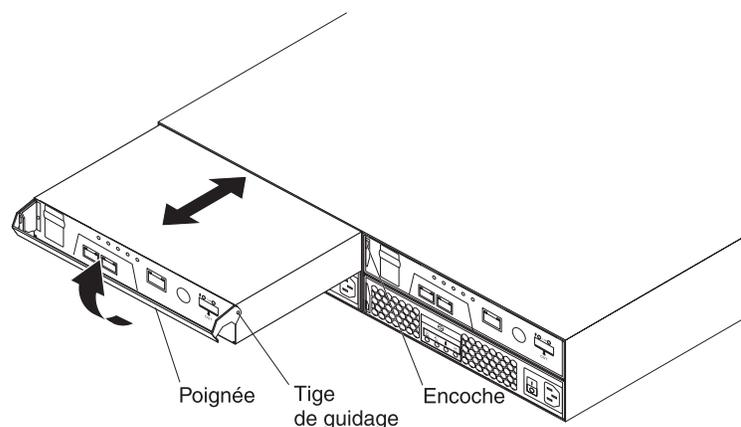

Figure 36. Installation d'un contrôleur
- b. Tirez lentement sur la poignée pour l'écartier du boîtier et retirez le panneau obturateur de sa baie, comme illustré dans la figure 36.
- b. Assurez-vous que les tenons latéraux du contrôleur s'enclenchent dans les encoches du boîtier du DS3300. Voir la figure 36, à la page 67.